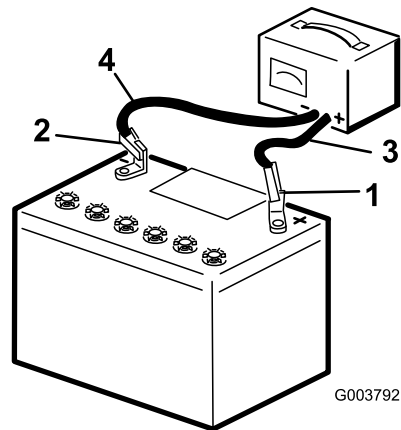

Рисунок 41
- Заряжайте аккумулятор током от 3 до 4 А в течение 4–8 часов (Рисунок 41). Не допускайте избыточного заряда аккумулятора.
- После полной зарядки аккумулятора отсоедините зарядное устройство от электророзетки, а затем отсоедините провода зарядного устройства от штырей аккумулятора (Рисунок 41).